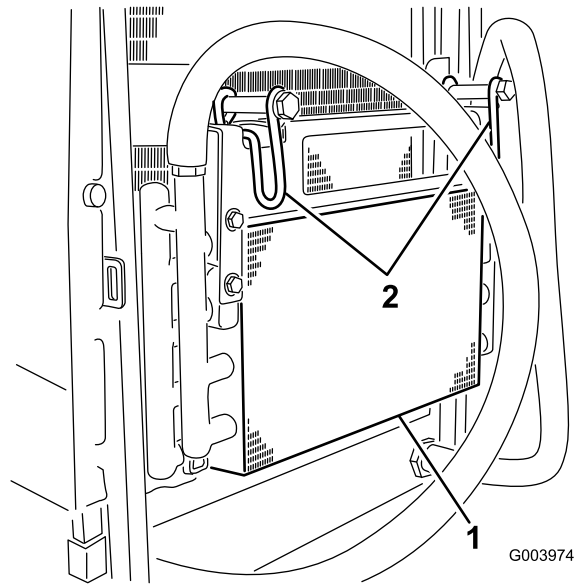

Bild 63
5. Drehen Sie die Riegel nach innen, um den Ölkühler zu lösen (Bild 63).